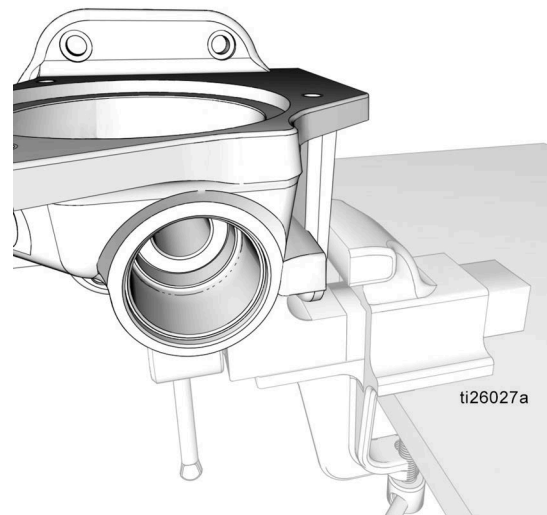

FIG. 40
- 4. Replacer la base de la pompe (1) dans l'étau comme indiqué à la FIG. 40.